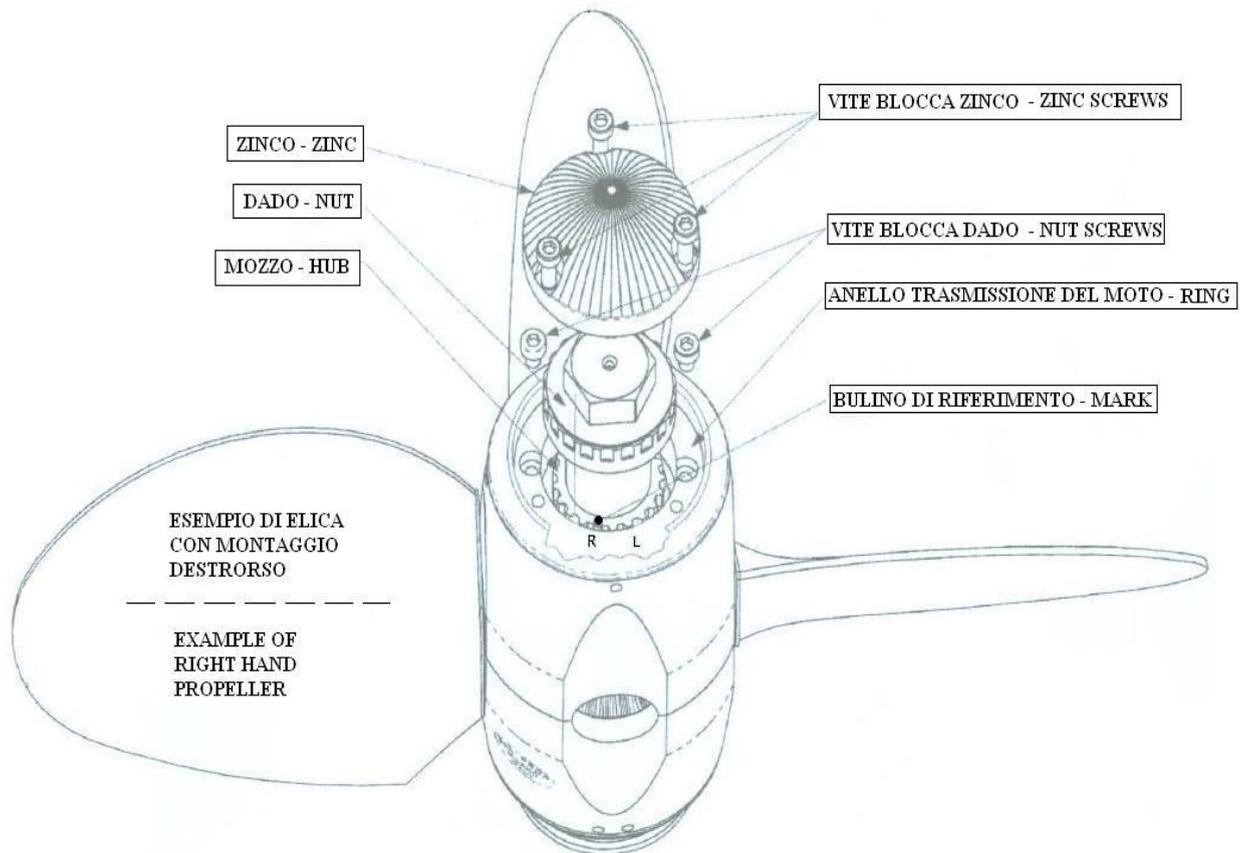

Fig. 4
(Se aveste dei dubbi: per capire il senso di rotazione del Vostro asse motore, è necessario innestare la marcia avanti e guardare da poppa verso prua. Se l'asse gira in senso orario la rotazione è destrorsa, al contrario se gira in senso antiorario la rotazione è sinistrorsa). Per cambiare il senso di rotazione della MAX PROP® EASY, da destrorsa a sinistrorsa o viceversa, procedere come segue, facendo riferimento alla fig.4:
- Se rimontate l'anello porta-zinco con il dente "R" in corrispondenza del dente del mozzo che ha stampigliato il bulino avrete un elica destrorsa, se invece inserite l'anello con il dente "L" in corrispondenza del dente del mozzo che ha stampigliato il bulino avrete un elica sinistrorsa (vedi Fig.4).
In order to change the rotation of the MAX PROP EASY®, from a right hand rotation to a left hand rotation or vice versa do as follows, referring to fig.4
- *If you place the zinc bearing ring in its seat again, matching the "L" tooth with the hub reference mark, you have a left hand rotating propeller, on the contrary, with the "R" tooth you have a right rotating propeller as in fig.4*